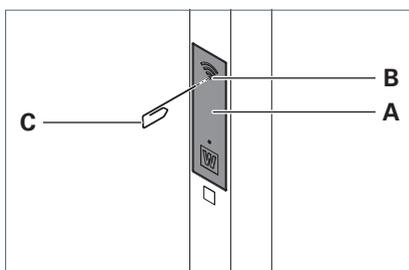

Fig. 1: Clapet de service.
- ▶ Pour déverrouiller le clapet de service **A** sur le mât, pousser dans l'ouverture **B** à l'aide d'un trombone déplié **C**, voir Fig. 1.